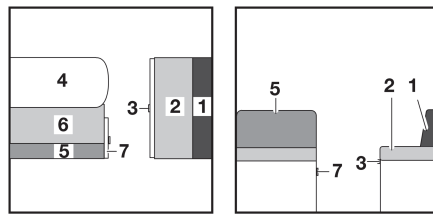

Fig. 141 Avant la transformation
- Agrandir la table (Fig. 141,4) et la transformer en sommier de lit (voir paragraphe 7.8).
- Tirer la poignée et ouvrir le portillon (Fig. 141,7).